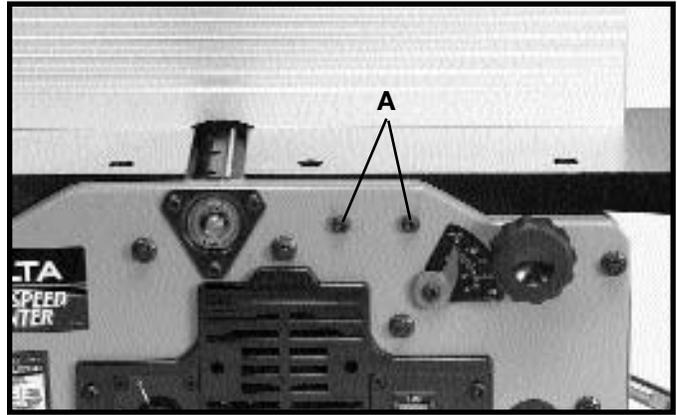

Fig. 13
1. Enrosque los dos tornillos de cubeta de cabeza redonda de 7/16 pulg., (A) Fig. 13, en los dos agujeros fileteados en el lado delantero de la base de la machimbradora. **NO APRIETE LOS TORNILLOS (A) POR COMPLETO EN ESTE MOMENTO.**